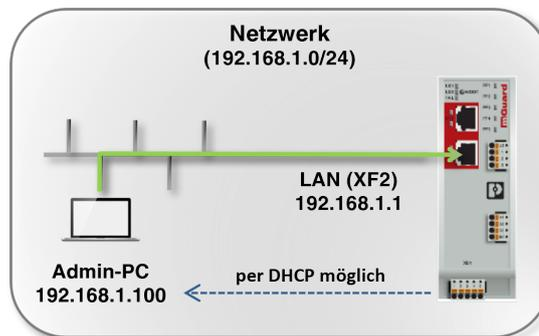

Bild 5-2 Netzwerkverbindung zum Gerät herstellen (Beispiel)
Um das Gerät mithilfe eines Webbrowsers zu konfigurieren (Web-based Management), müssen Sie es zunächst mit einem Konfigurationsrechner verbinden (siehe Bild 5-2).
- Verbinden Sie den Konfigurationsrechner direkt oder über das Netzwerk mit einem Netzwerkport (z. B. XF2) des LAN-Interface des Geräts (siehe Bild 5-2).